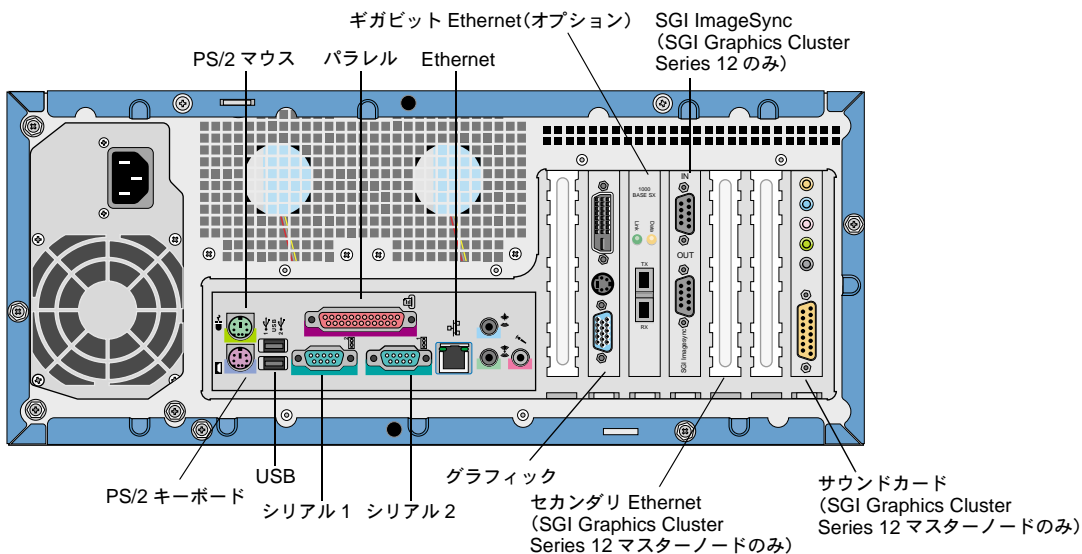

図2 背面パネルのI/Oポートと機能
3. SGI Graphics Cluster に付属のモニター、キーボード、マウスがまだマスターノードに接続されていない場合は、それらを接続します。コネクタについては図2を参照してください。
5. 他のモニターと、システムで使用する他の周辺機器およびオプションを接続します。ノード背面パネルのコネクタについては図2を参照してください。